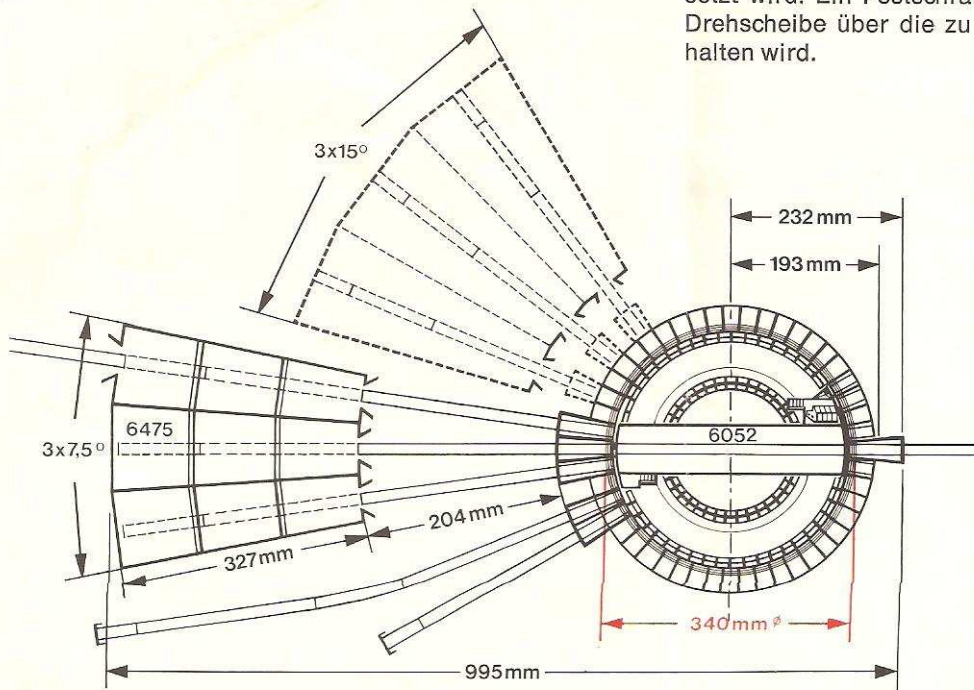

Fig. 3
**Installation:** For installing the turntable you will need a hole with 340 mm diameter in your layout board. It will not be necessary to fasten it down, as the turntable will be stopped at fastened tracks. If the turntable has to be laid on top of the layout, a base of polystyrene (or similar) should be laid underneath. In this case entry and exit ramps 30 mm high must be created for the tracks. The turntable is divided into 7.5° sections with a maximum of 48 possible rail connections. The 7.5° sections are provided to match up to the standing positions of 3 locos in the loco shed 6475. The turntable can also be set up for 15° section operation. In this case only one cover plate should be left between the sidings (Fig. 3).
**Montage:** Pour le montage de la plaque tournante il faut prévoir dans la table du réseau un trou de 340 mm  $\phi$ . On la dépose dans ce logement. Il n'est pas nécessaire de la fixer au moyen de vis car les rails d'accès, qui sont eux-mêmes fixés, suffisent pour la maintenir en place. Il est possible, dans certains cas, de poser la plaque tournante tout simplement sur la table du réseau. Il faut alors camoufler le bord de la plaque et également construire des rampes d'accès de 30 mm. de hauteur pour chaque voie d'accès. Le pourtour de la plaque tournante est partagé en secteurs de 7,5°, ce qui peut procurer un maximum de 48 voies d'accès. La remise à locomotives circulaire 6475 est prévue pour loger 3 locomotives côte à côte sur des voies distantes chacune de 7,5°. Les voies d'accès peuvent aussi être placées à 15° les unes des autres. Il faut alors maintenir un secteur plein entre chaque voie (fig. 3).
För montering av våndskivan sågas ett hål med 340 mm  $\phi$ , i vilket våndskivan sänks ner. Fastskruvning behövs inte, då våndskivans hålls av påfartsspåren. Våndskivan kan ibland också sättas på anläggningsplattan, våndskivans kant måste då pallas upp med fyllnadsmaterial (t. ex. styropor). Likaså måste 30 mm höga påfartsramper skaffas till av- och påfartsspåren. Våndskivan kan genom 7,5° indelning förse med max. 48 påfartsspår. Våndskivan är vid 7,5° indelning avsedd för 3 lokplatser i lokstall 6475. Våndskivan kan också användas med 15° indelning. I detta fall lämnas 1 täckplatta mellan anslutningsspåren (fig. 3).